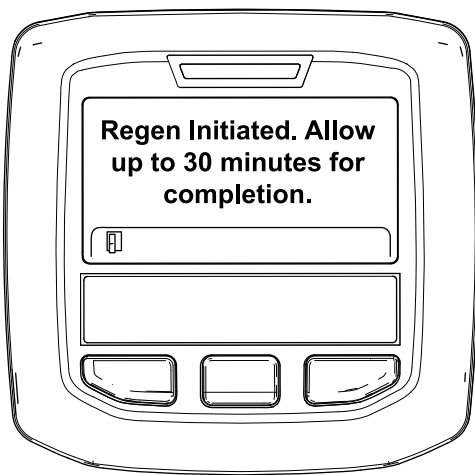

Figura 55
- Se a regeneração for permitida, surge a mensagem "Regen Initiated. Allow up to 30 minutes for completion" (Regen. iniciada. Aguarde 30 minutos até ser concluída) no InfoCenter; aguarde até que a máquina conclua o processo de regeneração em estacionamento (Figura 55).